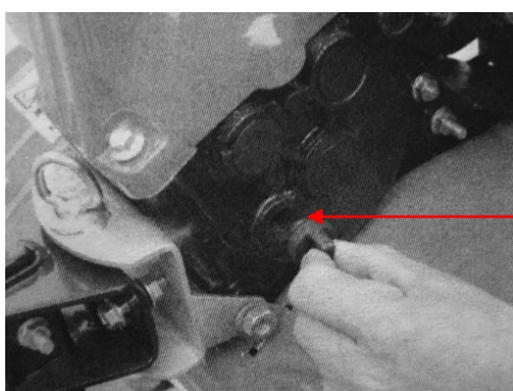

Figure 4
- Posizionare la motozappatrice su una superficie orizzontale e svitare l'asta di controllo del livello dell'olio (vedere fig.4)